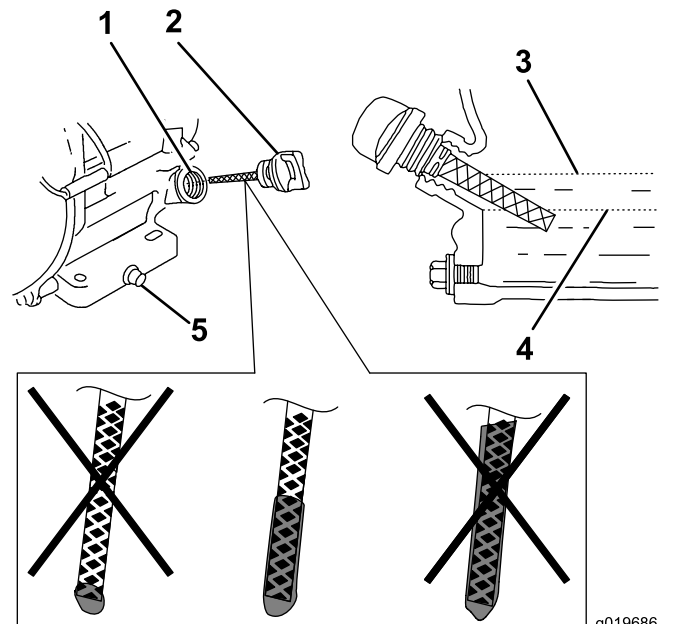

Figura 30
6. Rimuovete l'asta e controllate il livello dell'olio motore (Figura 30).